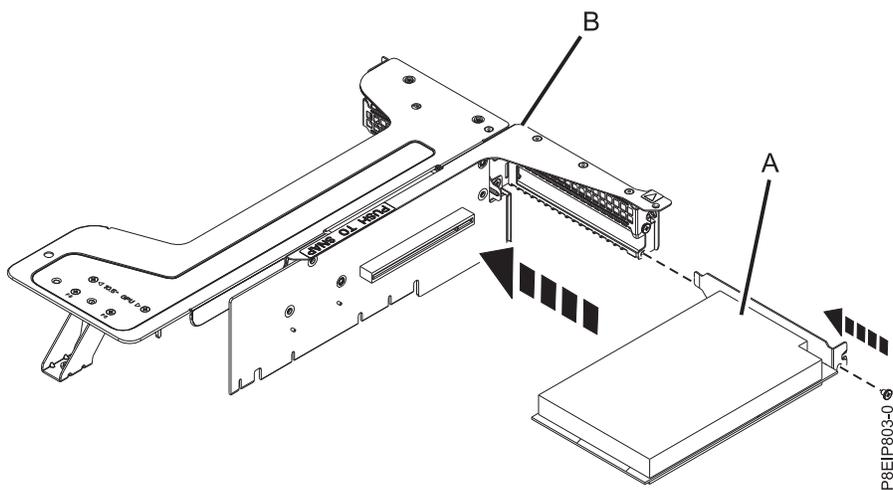

図 57. ライザーの位置 2 への SAS スーパーキャパシター・キャリアの挿入
- h. SAS スーパーキャパシター・キャリアがある場合、そのキャリア (A) を PCIe アダプター・ライザーの位置 2 (B) に挿入します (図 57 を参照)。